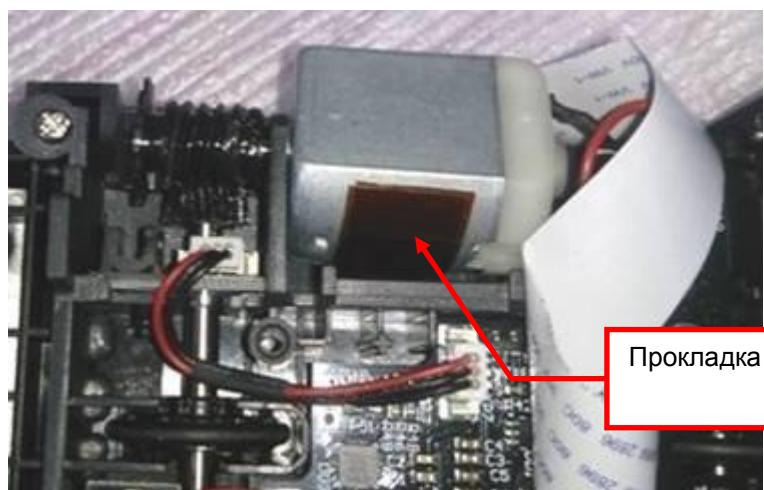

Рис. 9.25a
**9.11.8 Внимание:** при установке нового двигателя, между двигателем и каркасом должна быть помещена прокладка (двусторонний скотч 19.6мм x 12.4мм, толщиной 0,6мм). Прокладку можно прикрепить к стенке кронштейна или к корпусу двигателя (см. рис.9.25a).